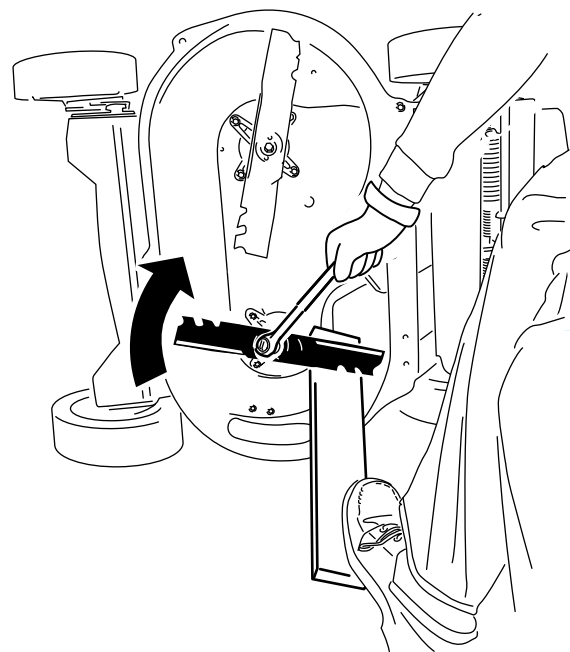

Bild 45
2. Halten Sie jedes Messer mit einem Brett fest und drehen Sie die Messerschraube mit einem Drehmomentschlüssel nach rechts, wie in Bild 45 dargestellt. Ziehen Sie die Messerschraube mit 82 N·m an.